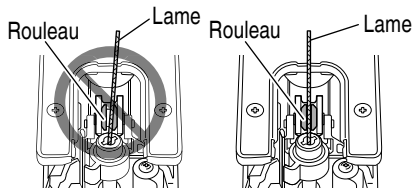

Fig. 9
- S'assurer que la lame est située dans la rainure du rouleau. (Fig. 9)